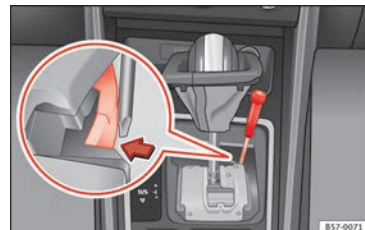

Bild 58 Väljarspaken: manuell frigöring från läge P.
- Håll ner den gula frigöringsfliken sidledes med hjälp av en skruvmejsel » bild 58.